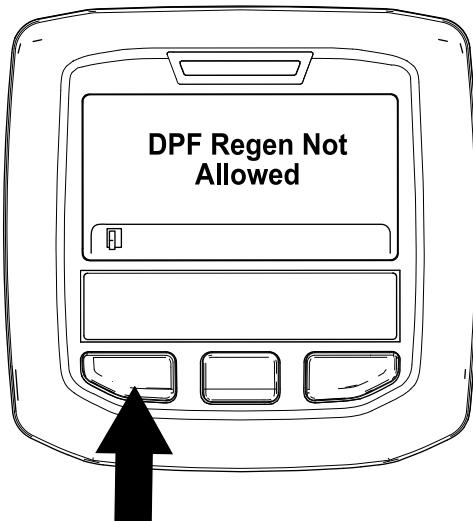

Figure 37
- Si le processus de régénération n'est pas autorisé par l'ordinateur du moteur, le message « DPF Regen Not Allowed » (régén. FAP non autorisée) s'affiche dans l'InfoCenter (Figure 37). Appuyez sur le bouton gauche pour quitter l'écran d'accueil.